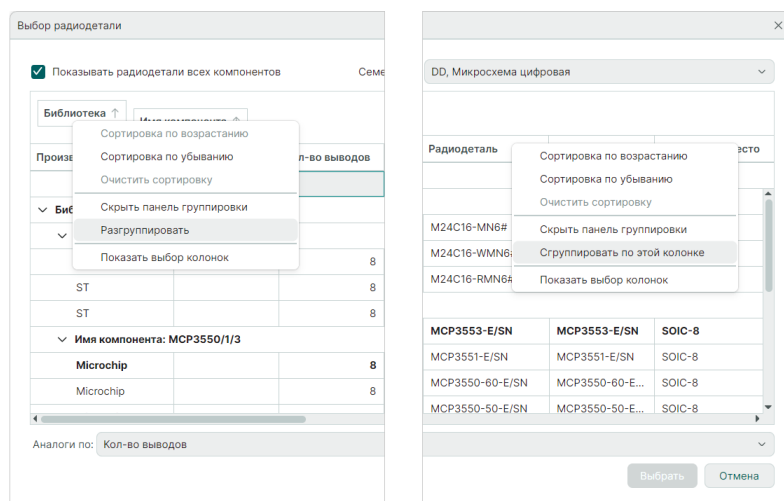

Рис. 103 Добавление/удаление столбца в панель группировки
4. Добавление столбца в панель группировки производится с помощью команды контекстного меню «Сгруппировать по этой колонке», для исключения столбца из панели группировки используйте команду «Разгруппировать», Рис. 103.